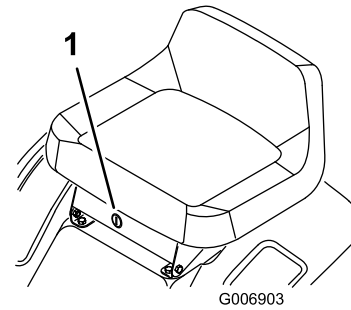

Bild 12
des KeyChoice-Schalters bei der Sitzhalterung deaktivieren (Bild 12).
2. Stecken Sie den KeyChoice-Schlüssel in das Zündschloss (Bild 12).